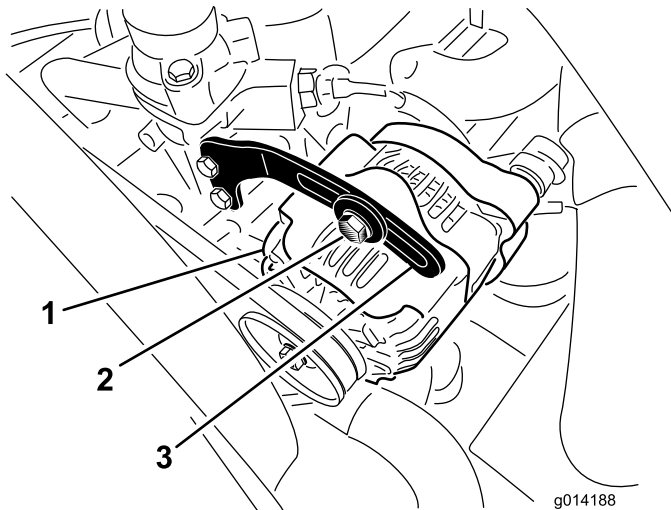

Figure 46
2. Contrôlez la tension de la courroie d'alternateur (Figure 46) en exerçant une force de 10 kg à mi-distance entre les poulies d'alternateur et de vilebrequin.
3. Desserrez le boulon qui fixe le renfort à l'alternateur (Figure 46), et le boulon de pivot d'alternateur.